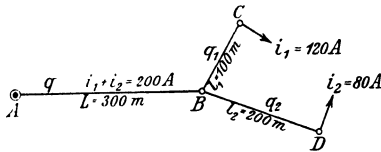

Abb. 264. Verästelte Leitung zu Aufgabe 327.
**327.** Zwei Speiseleitungen sind auf  $L = 300$  [400] m Länge zu einer Leitung vereinigt und führen von da zu den  $l_1 = 100$  [50] m bzw.  $l_2 = 200$  [150] m entfernten Speisepunkten  $C$  und  $D$ , in denen 120 A bzw. 80 A verbraucht werden (Abb. 264). Welche theoretische Querschnitte erhalten die drei Leitungsstücke  $\overline{AB}$ ,  $\overline{BC}$  und  $\overline{BD}$ ,